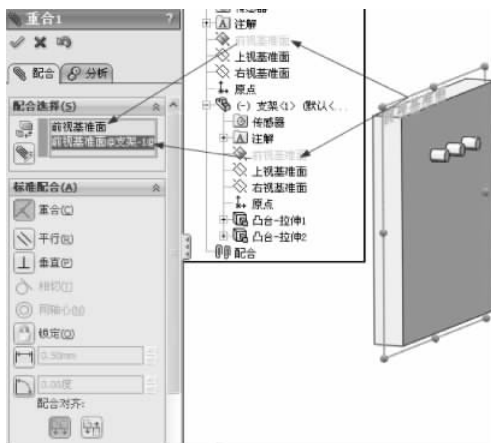

图 3-74 前视基准面重合
(4) 单击【装配体】工具栏中的【配合】按钮,弹出【配合】的属性设置。选择【标准配合】选项组下的【重合】配合类型,单击【配合选择】选项组下的选择框,然后在图形区域的特征树中选择如图3-74所示的装配体环境下的前视基准面和支架零件的前视基准面,其他保持默认,单击【确定】按钮,完成前视基准面重合的配合。